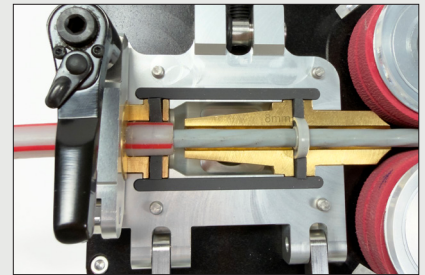

Fig. 3
- Tenere chiuso il morsetto dell'adattatore tubo, ed aprire obbligatoriamente la camera d'aria (Fig. 3) per consentire all'aria di uscire.